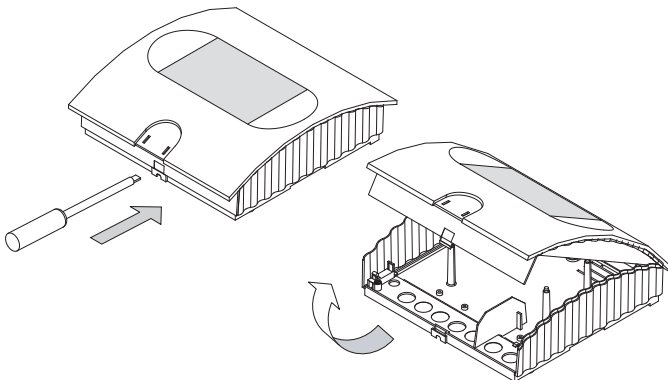

Abb. 1
1. Nehmen Sie die Abdeckung des Leistungsteil ab. Dazu drücken Sie mit einem flachen Schraubenzieher die Befestigungsnase nach innen und ziehen Sie das Gehäuse-Oberteil durch Schwenken nach oben ab (Abb. 1).